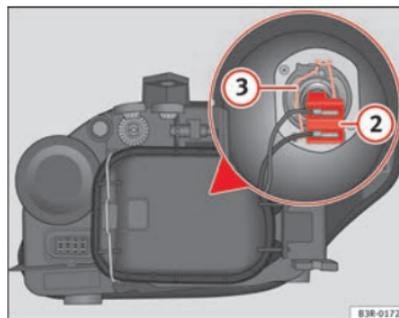

Abb. 211 Abblendlicht
- Ziehen Sie am Stecker ⇒ Abb. 211 ② und nehmen Sie diesen so von der Lampe ab.
- Die Haltefeder ⇒ Abb. 211 ③ durch Eindrücken und Rechtsdrehung abnehmen.